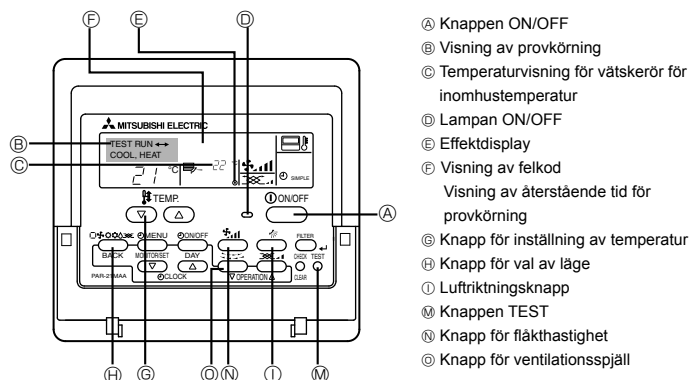

Fig. 7-1
7.2.1. Med ledningsdragen fjärrkontroll (Fig. 7-1)
- ① Sätt på strömmen åtminstone 12 timmar före testkörning.
- ② Tryck på knappen [TEST] två gånger. ➡ "TEST RUN" teckenfönster
- ③ Tryck på knappen [Mode selection] (Driftväljare) och växla till kylningsläge (eller uppvärmningsläge). ➡ Kontrollera att kall (eller varm) luft blåses ut.
- ④ Tryck på knappen [Fan speed] (Justering av fläkthastighet). ➡ Se till att luft hastigheten ändras.
- ⑤ Tryck på knappen för luftriktning [Air direction] eller ventilationsspjäll [Louver]. ➡ Kontrollera driften på flöjeln eller ventilationsspjället.
- ⑥ Kontrollera att utomhusenhetens fläkt fungerar.
- ⑦ Återställ testkörningen genom att trycka på knappen [ON/OFF (PÅ/AV)]. ➡ Stopp
- ⑧ Registrera ett telefonnummer.